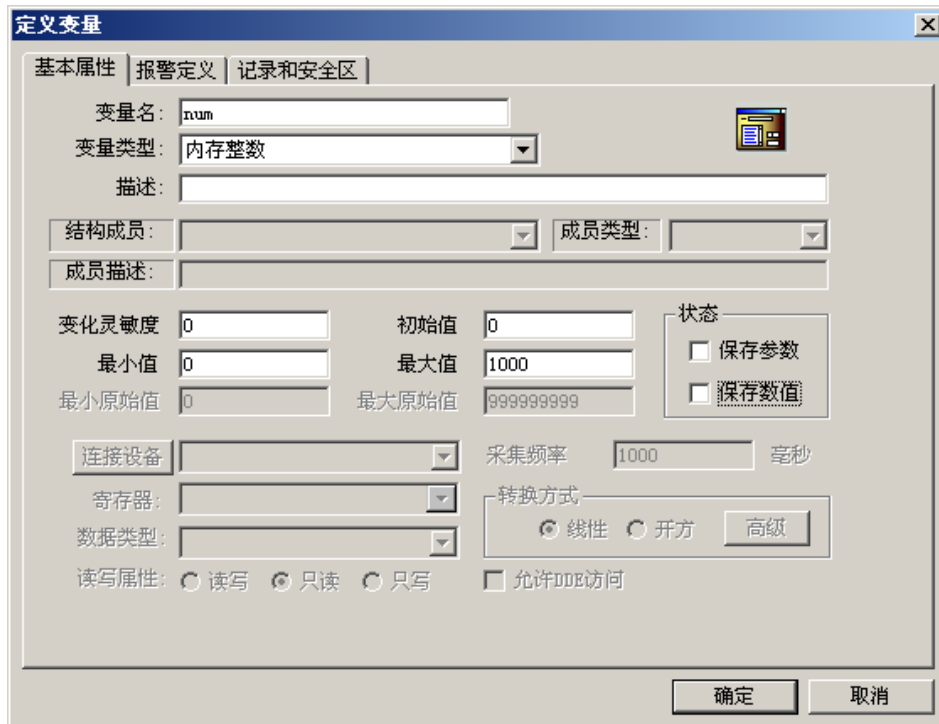

图 2-14 定义内存整型变量
(1) 定义 1 个内存整型变量。变量名设为“num”，变量类型选“内存整型”，初始值设为“0”，最小值设为“0”，最大值设为“1000”，如图 2-14 所示。定义完成后，单击“确定”按钮，则在数据词典中增加 1 个内存整型变量 num。